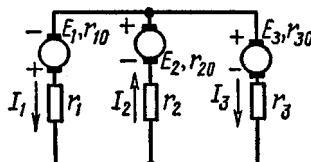

рис. 4
5. Методом накладення розрахувати струми у схемі на рис.4, якщо $E_1 = 10 \text{ В}$, $E_2 = 40 \text{ В}$, $E_3 = 5 \text{ В}$, $r_{10} = 5 \Omega$, $r_{20} = r_{30} = 2 \Omega$, $r_1 = 30 \Omega$, $r_2 = 3 \Omega$, $r_3 = 8 \Omega$. (10)